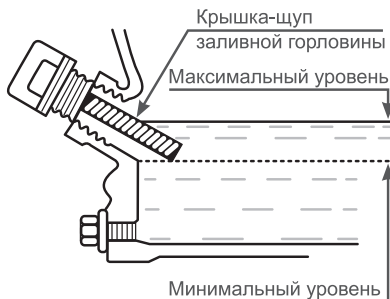

Рис. 4 Уровень масла в картере
3. Аккуратно вытащите щуп и осмотрите его. Уровень масла должен соответствовать верхней отметке на щупе. При недостаточном уровне масла в картере (Рис. 4) необходимо долить чистое масло до верхней отметки на щупе (что соответствует нижней кромке заливного отверстия).
Максимальный уровень масла в картере соответствует нижней кромке маслосазливной горловины (Рис. 4).